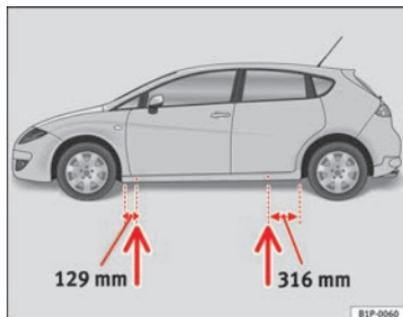

Fig. 158 Punti di appoggio per il cric
- Applicare il cric al longherone inferiore del veicolo nel punto di appoggio più vicino alla ruota da sostituire ⇒ **fig. 158**.
Sul montante inferiore sono segnati i punti a cui applicare il cric ⇒ **fig. 158**. Per ogni ruota esiste un unico punto di sollevamento. Non collocare il cric in altri punti.